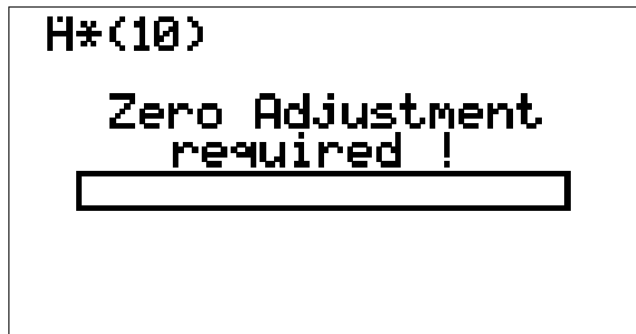

Abb. 10) Aufforderung zum Nullpunktabgleich.
Beim Einschalten des Gerätes durch Betätigen des Messbereichsumschalters (15) wird automatisch vom Gerät ein Nullpunktgleich gefordert (siehe Abb. 10).